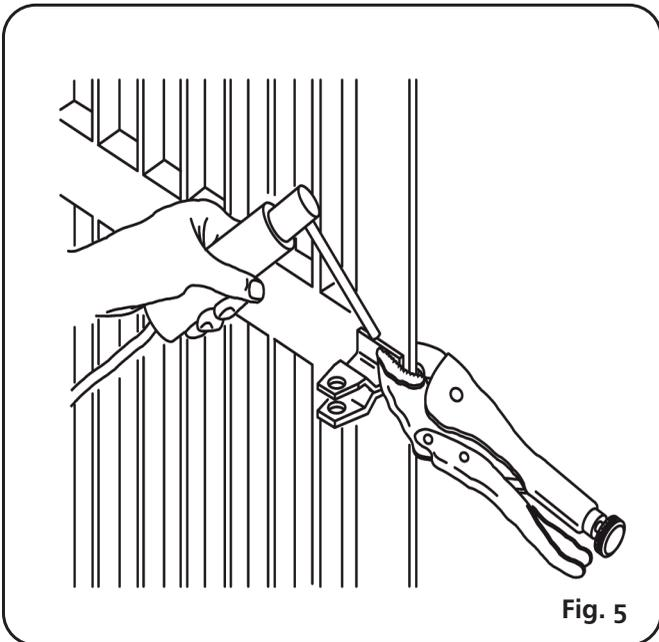

Fig. 5
- M) Suelde definitivamente el empalme posterior en la hoja. Para realizar dicha operación libere momentáneamente el operador del empalme para evitar que las escorias de soldadura puedan dañarlo (fig. 5).